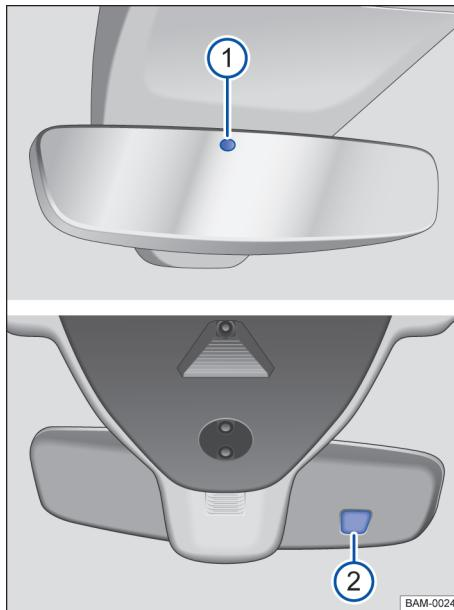

Fig. 96 No para-brisa: espelho retrovisor interno com antifuscante automático.
Com a ignição ligada, os sensores medem a incidência traseira → Fig. 96 ① e dianteira de luz ②.